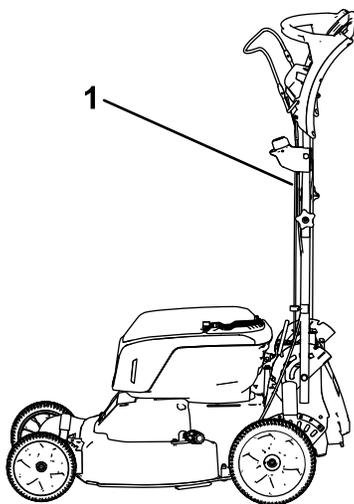

Figura 26
1. Bloquee el manillar en la posición vertical (Figura 26); consulte Ajuste de la altura del manillar (página 18).